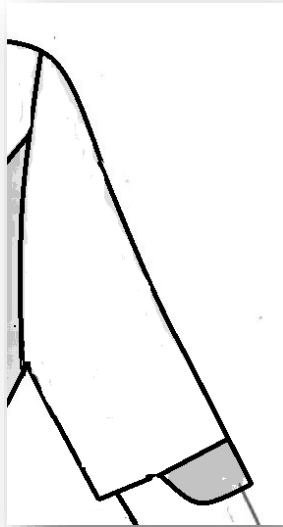

Рисунок 1 – Рукав с фигурной манжетой
Второй этап: Моделирование фрагмента заданной модели «**Обработка рукава с фигурной манжетой**» женского платья (стр. 7, рис. 1) в натуральную величину и изготовление лекал.
Третий этап: Изготовление (пошив) образца фрагмента заданной модели (стр.7, рис. 1) женского платья.
1) Внешний вид фрагмента заданного изделия должен полностью соответствовать техническому рисунку модели и художественно-техническому описанию (стр. 3, табл.1), рисунку фрагмента (стр. 7, рис. 1) и техническим требованиям в п.п.2.2 (при их наличии).